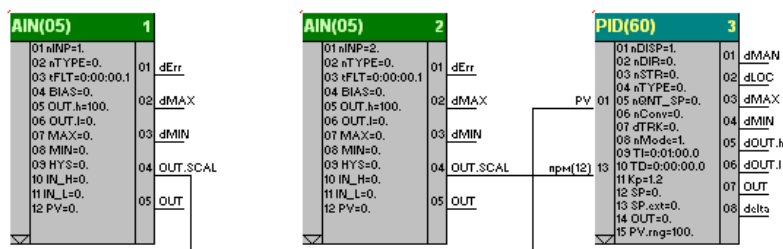

Рисунок 2.7 - Зв'язні параметри
3) Вихідний сигнал функціонального блоку багатовхідного I 5-MULTI_AND (20) -03 подається на 1-й дискретний вихід контролера, для чого на вхід 01 блоку дискретного виходу 9-DOT (09) підключений 01 вихід блоку багатовхідного I 5-MULTI_AND (20) -03. Сигнал на вході 01 функціонального блоку дискретного виходу 9-DOT (09) інвертується.
4) На рис.2.7 показана інверсія входів наступних функціональних блоків: